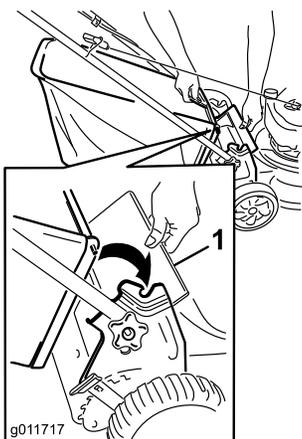

Figure 19
1. Soulevez le déflecteur arrière (Figure 19).
2. Accrochez la poignée du bac à herbe aux crans des supports (Figure 19).